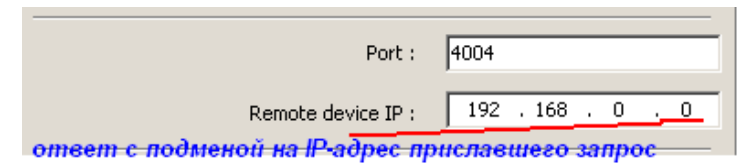

Рисунок 9.
- работа с устройством, IP-адрес которого определяется в момент первого подключения и фиксируется, рисунок 9.